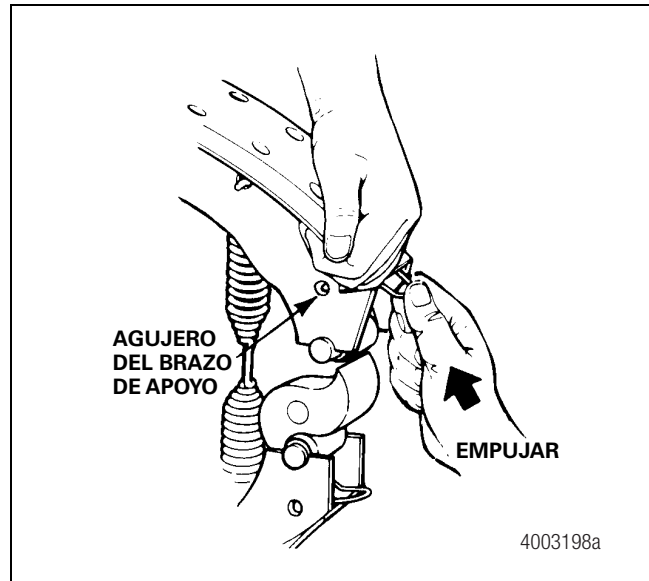

Figura 5.6
9. Empuje cada clip retenedor de rodillo hacia la zapata de freno hasta que sus asas se bloqueen en los agujeros de los brazos de apoyo de la zapata. Figura 5.6.